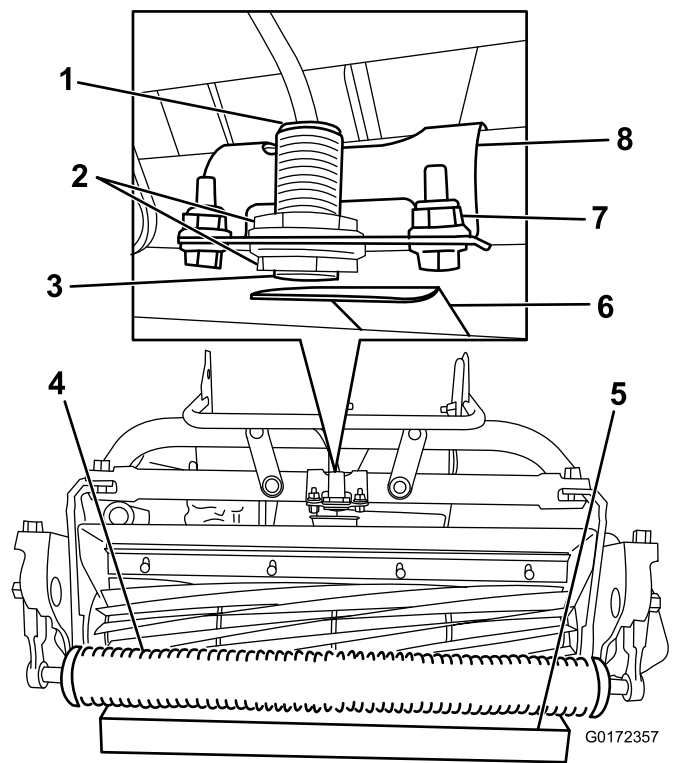

Bild 14
2. Lösen Sie die Klemmmutter am Sensor und stellen Sie den Sensor so ein, dass ein Gewinde unter der unteren Klemmmutter sichtbar ist (Bild 14).
4. Stellen Sie einen 3,8-cm-Block (1-1/2") unter die Rolle am Frontmähwerk (Bild 14).
5. Lösen Sie die Befestigungen, mit denen die Sensorhalterung am Rahmen befestigt ist (Bild 14).
8. Drehen Sie die Sensorhalterung zur Zielplatte, bis die Lampe oben am Sensor aufleuchtet (Bild 14). Wenn sie bereits aufleuchtet, drehen Sie sie von der Zielplatte weg, bis sie ausgeht; drehen Sie sie dann in umgekehrter Richtung, bis sie wieder aufleuchtet.